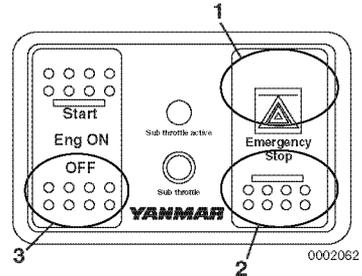

Abbildung 8
3. "OFF"-Schalter (**Abbildung 8, (3)**) links an der Kippschalterkonsole (**Abbildung 8**) drücken. Der Motor wird dann innerhalb von zwei bis sieben Sekunden normal abgestellt. Das normale Abstellen des Motors dauert etwas Zeit, weil die Kraftstoffeinspritzung in die optimale Stellung für den nächsten Start gebracht wird.
Oberteil des Notaus-Schalters (**Abbildung 8, (1)**) rechts an der Konsole drücken. Der Motor wird sofort ohne die Verzögerung der normalen Motorabstellung abgestellt. Nach dem Abstellen Unterteil des Notaus-Schalters (**Abbildung 8, (2)**) drücken, um diesen wieder rückzustellen.